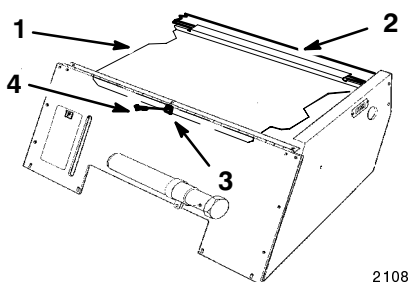

Bild 14
1. Heben Sie den Sitz an und lösen die mittlere Schraube (Bild 14).
2. Entfernen Sie die Haube von der ineinandergreifenden hinteren Lippe hinten in der Öffnung (Bild 14).
3. Heben Sie die Haube heraus (Bild 14).
2. Lassen Sie die hintere Lippe der Haube hinten in der Öffnung eingreifen (Bild 14).
3. Drehen Sie die mittlere Schraube in die Schnellverschlussmutter und die Riemenhaube (Bild 14).